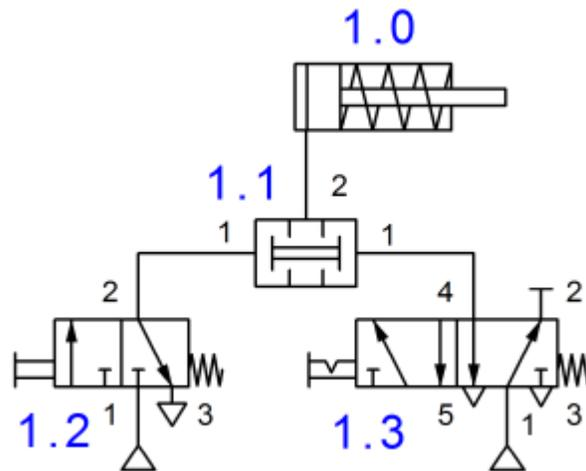

Figura 4.
1. Cierre la unidad de mantenimiento, desconecte y retire todos los elementos usados, solo deje la unidad de mantenimiento y el distribuidor. Observe el esquema en la figura 4 y determine que elementos se ocuparan.
2. Coloque en la placa las válvulas 3/2 NC (1.2), 5/2 con interruptor selector (1.3), AND (1.1) y el cilindro de simple efecto a una distancia segura y cómoda entre los elementos. Conecte las vías 1 de 1.2 y de 1.3 al distribuidor. Ahora conecte la vía 2 de la válvula 1.2 y la vía 4 de 1.3 a la válvula AND, tal y como se muestra en la figura 4, finalmente conecte la vía 2 de 1.1 al cilindro de simple efecto. Pruebe el circuito, observando el funcionamiento de la válvula AND.